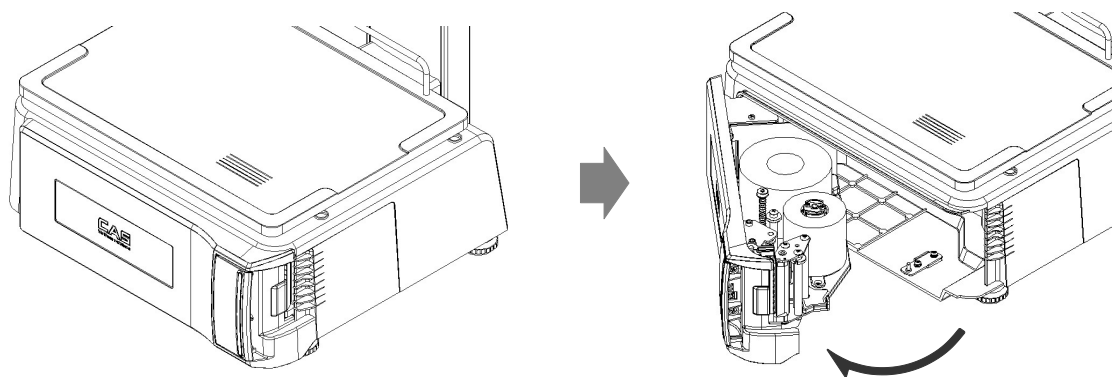

Рисунок 1.10 – Управление прижимным рычагом головки принтера
1. Отключите питание весов (см. п. 1.9). Потянув за ручку, откройте дверцу с расположенным на ней механизмом принтера с фронтальной стороны корпуса весов (см. рисунок 1.10).